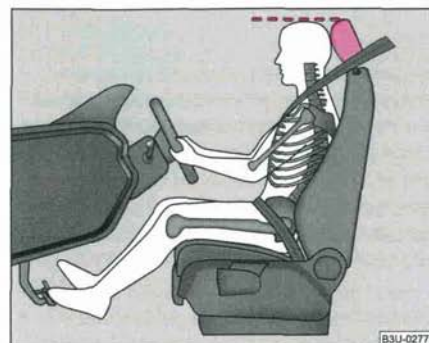

Fig. 148 Le réglage correct de l'appui-tête du conducteur
- Réglez l'appui-tête de façon à ce que le bord supérieur de l'appui-tête se trouve $\Rightarrow$ fig. 148 au moins à la hauteur de la partie supérieure de la tête.
- Réglez l'appuie-tête de façon à ce que le bord supérieur de l'appuie-tête se trouve ⇒ page 177, fig. 148 au moins à la hauteur de la partie supérieure de la tête.
- Réglez les appuie-tête de façon à ce que le bord supérieur des appuie-tête se trouve ⇒ page 177, fig. 148 au moins à la hauteur de la partie supérieure de la tête.